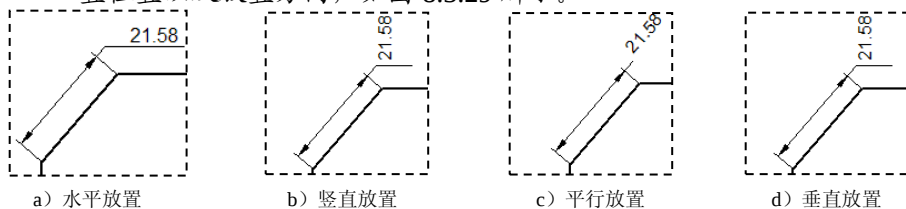

图 8.3.29 尺寸放置方向
- ☒ ☒ 覆盖引出的文本 2 复选框: 用于设置当尺寸文本沿着尺寸线方向拉出来的放置位置以及放置方向,如图 8.3.29 所示。